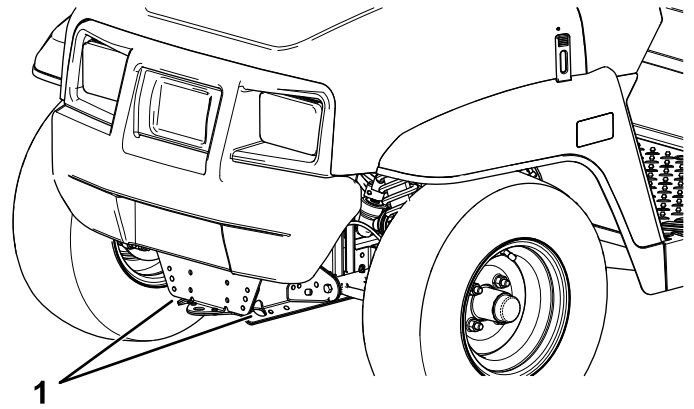
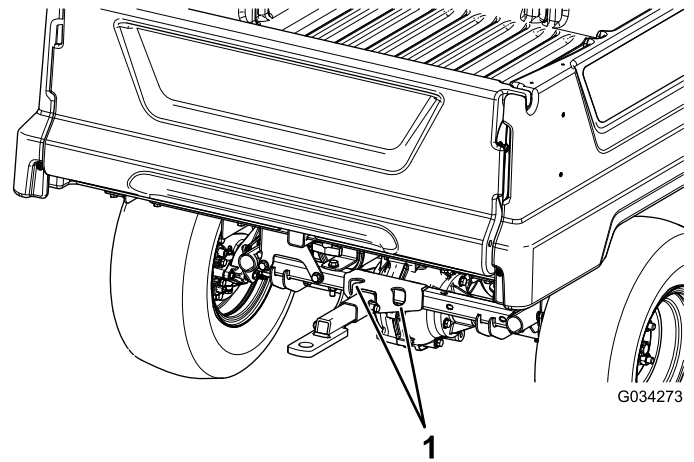

图 19
图 20
请参阅图 19 和图 20 查看机器栓系点的位置。
2. 将拖绳系在机器机架前面的牵引杆上 图 19。